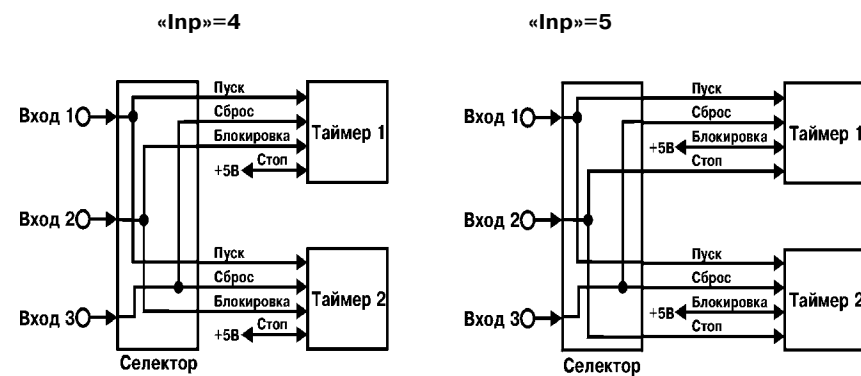

Рис. 14
3.1.5.3. **Одновременный запуск** таймеров осуществляется по первому входу прибора при «Inp»=4, а **одновременный сброс** – по третьему входу при «Inp»=5. Второй вход имеет назначение соответственно «Блокировка» или «Стоп» (рис. 14).